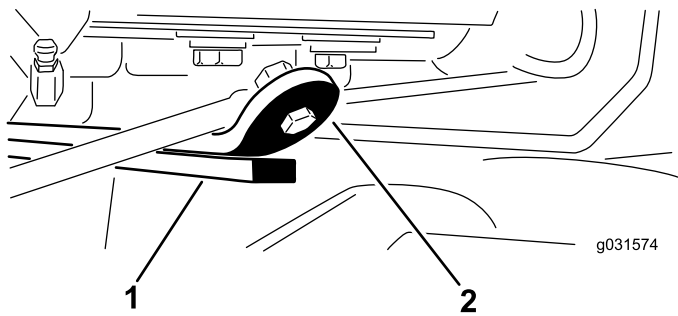

Figura 15
3. Arranque el motor, eleve las unidades de corte y compruebe que la holgura entre la pletina que está encima de la barra de desgaste de la unidad de corte trasera y la pletina de amortiguación es de 0,51 a 2,54 mm, tal y como se muestra en la Figura 15.